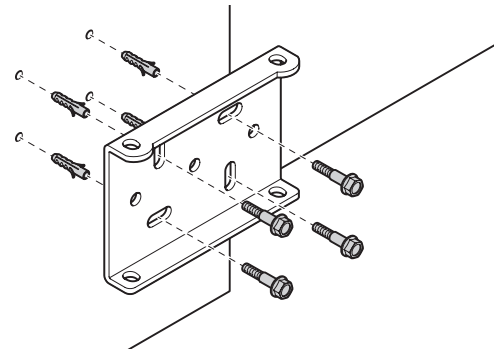

Fig. 5
03. Fijar el soporte trasero del motor a la pared respetando las cotas indicadas anteriormente (**fig. 5**).